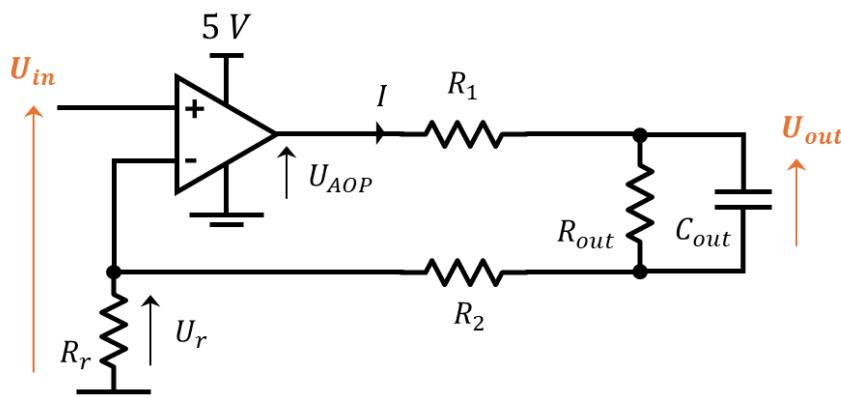

Figure 1 : Circuit de la boucle de courant.
- Montez le circuit de la Figure 1 :